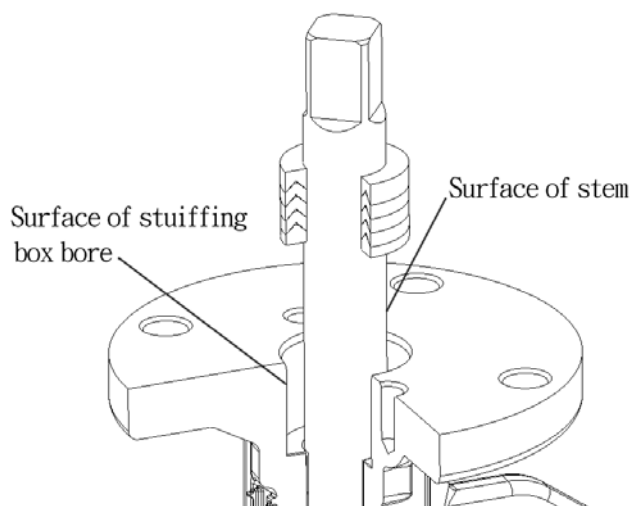

Fig.12
12.3 检查阀轴表面及填料箱的内孔表面，也就是说与迫紧环接触的表面必须光滑无瑕疵 (Fig.12)。如果有小瑕疵必须用细砂纸磨平，如果有很多刮伤，请通知工厂。